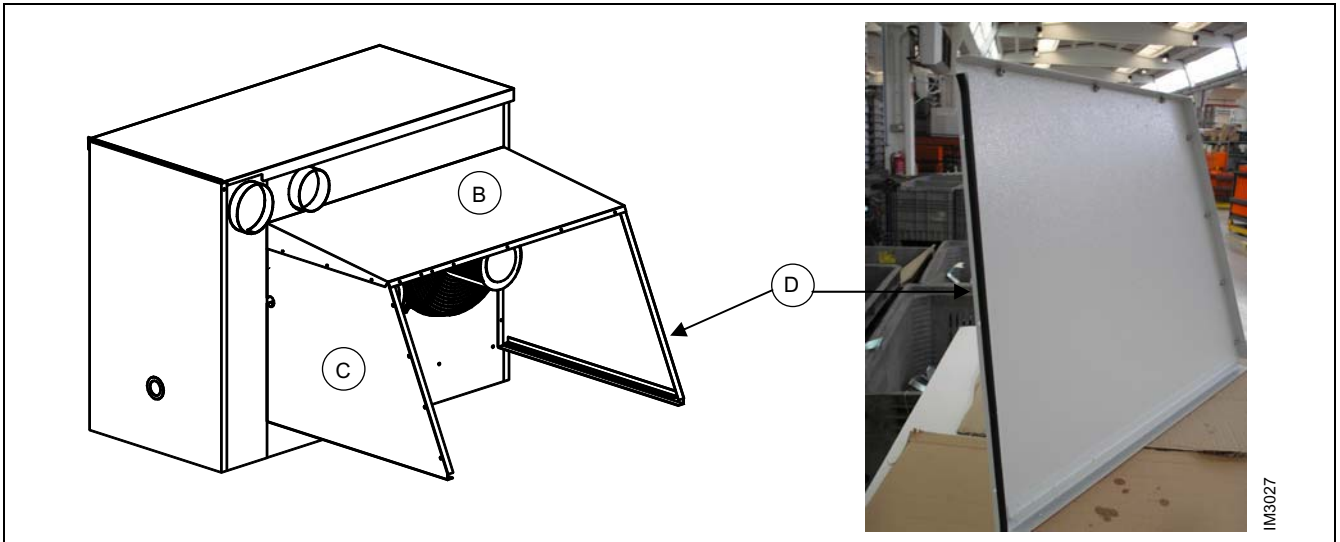

Figure 13 – POSITIONNEMENT GARNITURE DE TENUE ET MONTAGE COTE DROITE DU CHASSIS DE REPRISE
3. La même procédure du point 2 doit être effectuée sur le coté droite D aussi (voir Figure 13).